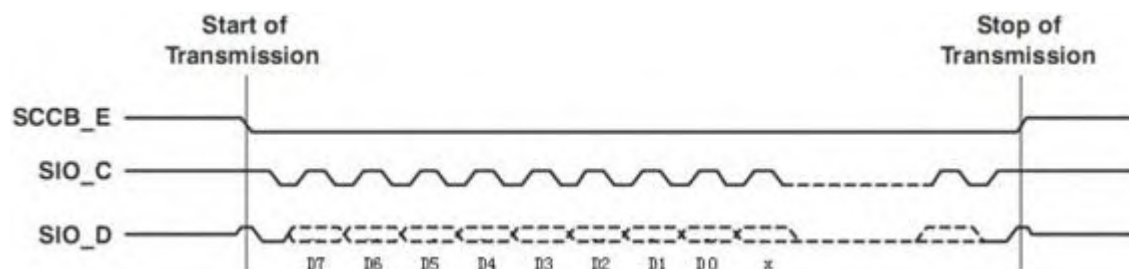

图14-2 SCCB协议时序图
SCCB是简化的I2C协议，专门为摄像传感器设计的通信总线，其中SIO-C是串行时钟输入线，SIO-D是串行双向数据线，分别相当于I2C协议的SCL和SDA，如图14-2所示。
(1) 从设备地址 (ID Address, 8bit)，分为读地址和写地址，高7位用于选中芯片，第0位是读 / 写控制位 (R/W)，决定是对该芯片进行读或写操作。
(2) 内部寄存器单元地址 (Sub_Address, 8bit) 用于决定对内部的哪个寄存器单元进行操作，通常还支持地址单元连续的多字节顺序读 / 写操作。SCCB控制总线功能的实现完全是依靠SIO_C、SIO_D两条总线上电平的状态及两者之间的相互配合实现的。SCCB总线传输的启动和停止条件如图14-2所示：采用简单的三相 (Phase) 写数据的方式，即在写寄存器的过程中先发送0V7649的ID地址 (ID Address)，然后发送写数据的目的寄存器地址 (Sub_address)，最后发送要写入的数据 (Write Data)。如果给连续的寄存器写数据，写完一个寄存器